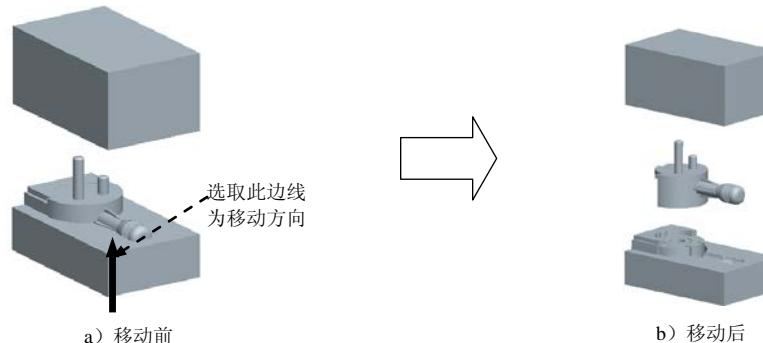

图 10.23 移动下模
Step3. 开模步骤 2。移动下模，输入要移动的距离值-25。结果如图 10.23 所示。